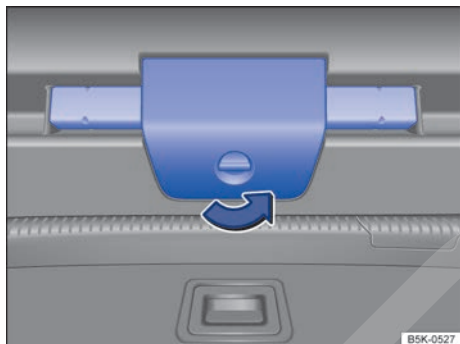

Fig. 58 En el portón del maletero: soporte del triángulo de preseñalización.
- Gire el cierre del soporte del triángulo de preseñalización 90° en el sentido de la flecha → fig. 58.